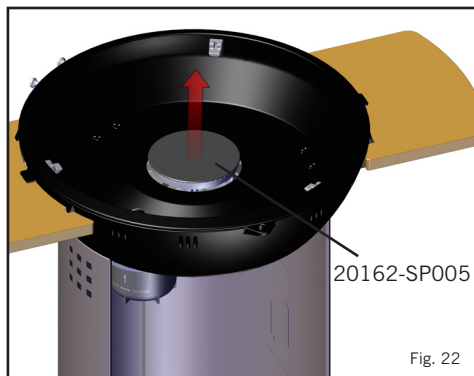
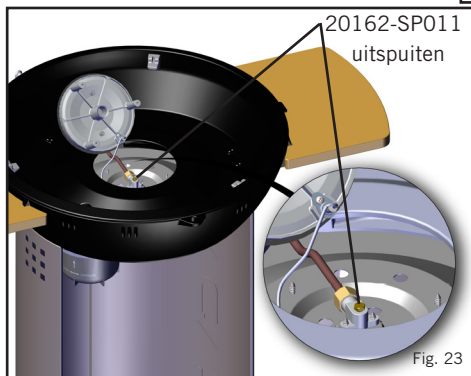

Fig. 22
Fig. 23
- **De inspuiter kan als volgt worden vervangen:** Gebruik de hendel om het achterpaneel te verwijderen (Fig 20). Verwijder de deksel, het BBQ rooster, de pandrager en alle andere losse onderdelen van het apparaat. Schroef nu de 3 schroeven los aan de onderkant van het apparaat (Fig 21), hierdoor komt de brander los. Verwijder de brander door hem voorzichtig op te tillen (Fig 22). **LET OP:** de brander zit vast middels de piezodraad. Trek de brander er niet zomaar uit, dan zal de piezodraad losraken van het apparaat. Leg de brander voorzichtig aan de kant, zodat de inspuiter zichtbaar wordt (Fig 23). De inspuiter kan nu worden verwijderd met een passende moersleutel. Gebruik geen tang om de inspuiter te verwijderen, hierdoor kan er schade ontstaan waardoor de inspuiter onbruikbaar wordt of zelfs niet meer te verwijderen is. Schroef de nieuwe inspuiter op de gaskraan. Draai deze niet te vast aan om beschadiging te voorkomen.